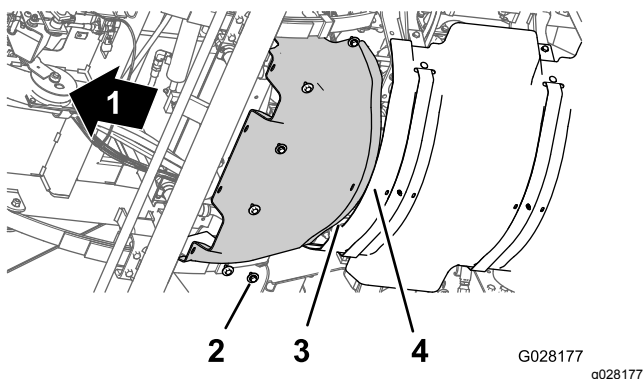

Figure 67
1. Alignez la bride arrière de l'écran pare-chaleur avant et la bride avant de l'écran pare-chaleur arrière (Figure 67).
2. Alignez les trous de l'écran pare-chaleur avant et les trous filetés du châssis (Figure 67).
3. Montez l'écran pare-chaleur avant sur la machine au moyen des 6 boulons à tête hexagonale et des 6 rondelles (Figure 67) retirés à l'opération 3 de Dépose de l'écran pare-chaleur avant (page 4).